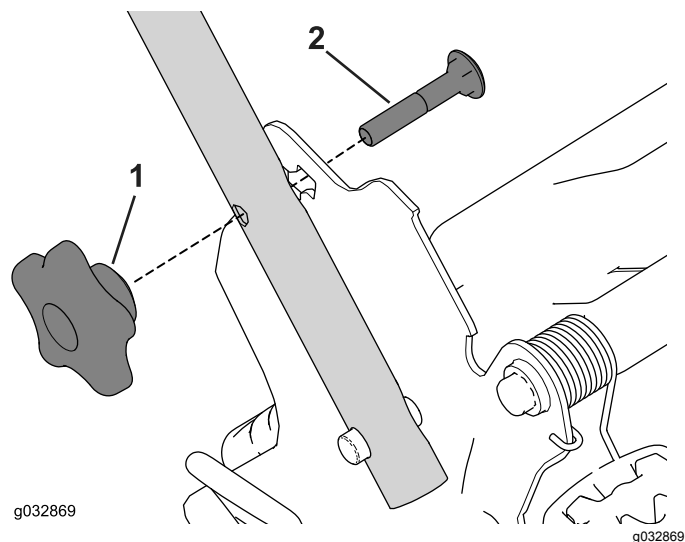

Figure 14
3. Insérez le boulon de carrosserie (la tête du boulon vers l'intérieur) dans le support du guidon et dans le trou supérieur à l'extrémité du guidon. Vérifiez que les bords carrés de chaque boulon de carrosserie s'engagent dans le trou carré supérieur ou inférieur du support de guidon correspondant (Figure 14).